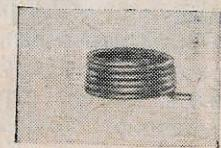

Рис. 63. Пружина лимба перемотки пленки
**Фиксатор лимба.** Лимб передвижения пленки не фиксирует натяжение пленки и раскручивается в обратную сторону (отломан конец фиксирующей пружины). Неисправность устраняется заменой пружины. Для этого берут стальную проволоку диаметром 0,8 мм, нагревают ее докрасна и, дав ей постепенно остынуть, навивают на стержень диаметром 11 мм шесть оборотов, отпиливают концы, отгибают один конец длиной в 2,5 мм (рис. 63). Затем изготовленную пружину закаливают. После этого пружину надевают на муфту, ставят лимб завода и крепят винтом.